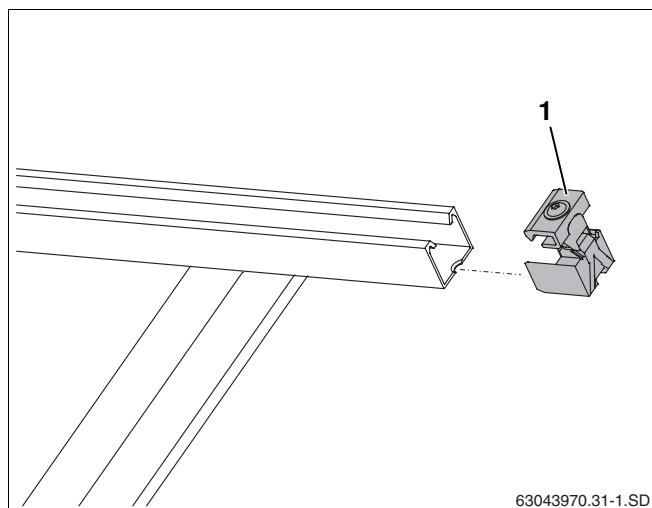

Fig. 45 Insérer les tendeurs unilatéraux
- Glisser les tendeurs unilatéraux Fig. 45, **Pos. 1**) à l'extrémité droite du champ de capteur dans les rails profilés jusqu'à ce que la première perforation longitudinale du rail s'enclenche.